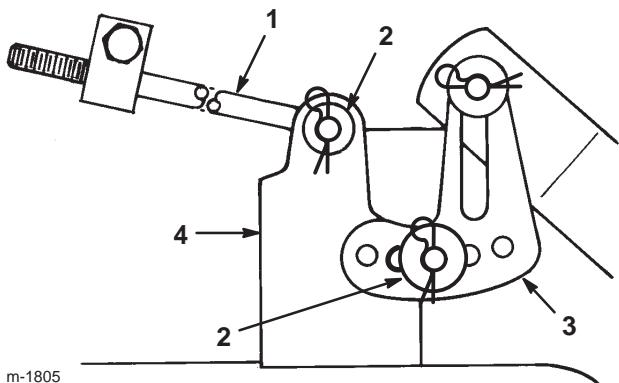

Bild 38
- 13.** Schieben Sie das Ende der langen Stange durch das Loch in der Mähwerkbefestigung (Bild 38).
- 15.** Montieren Sie die geschlitzte Mähwerknivellierhalterung am Stift am Schnitthöhenarm (Bild 38).